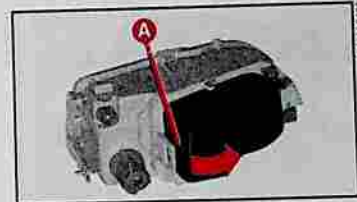

fig. 15
- 1) Enlever le couvercle en pressant la languette **A**-fig. 15.